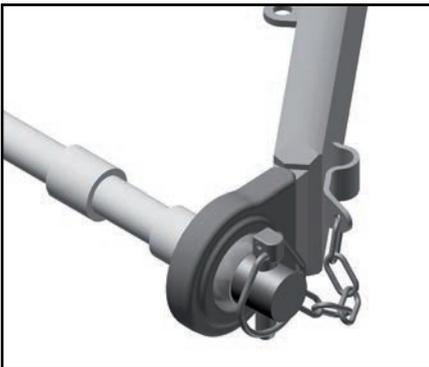

Abb. 5.48
*Das Gerät mit den dafür vorgesehenen, in die kugelförmigen Scheiben einzusetzenden Zapfen an den Tragarmen befestigen und diese mit den Sicherheitsstiften gegen Herausrutschen sichern (Abb. 5.48).*